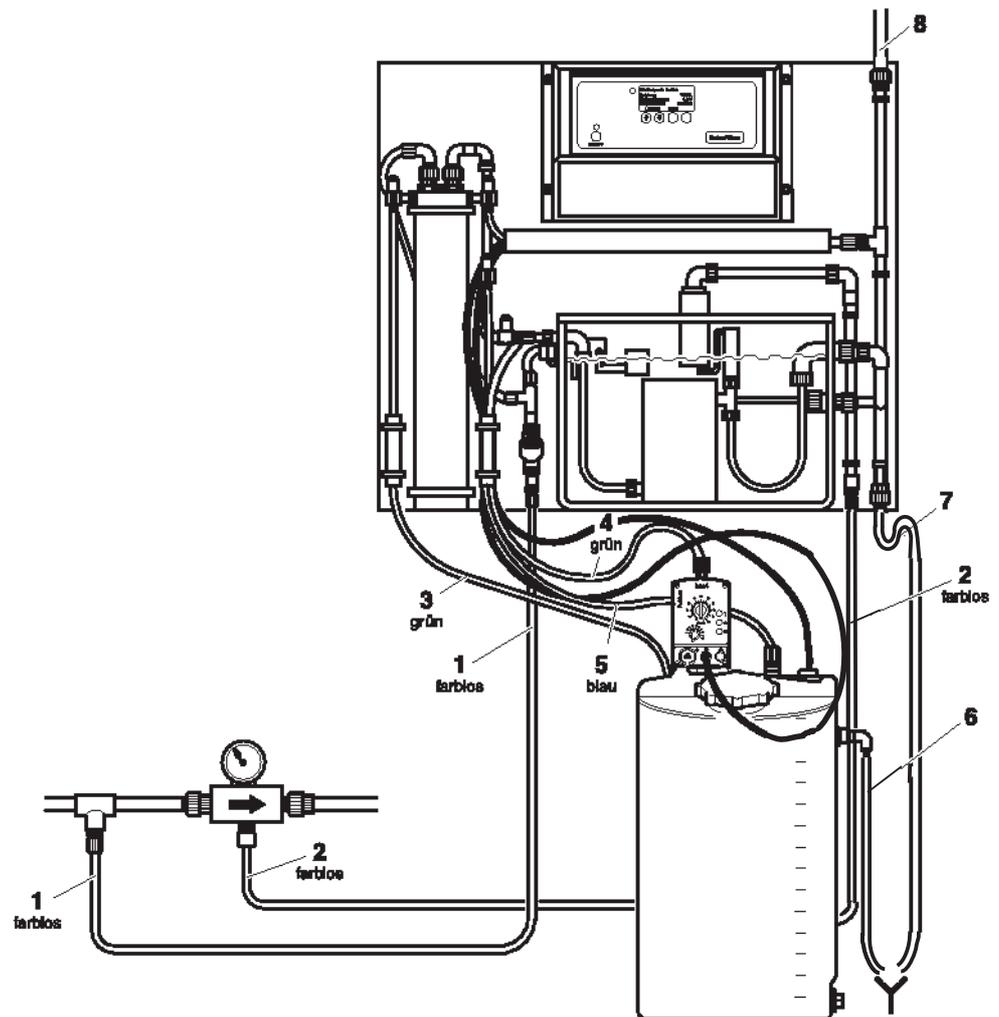

Abb. 9
- ▶ Folgende Schlauchleitungen gemäß Abb. 9 installieren:
- ▶ Folgende Rohrleitungen gemäß Abb. 9 installieren:
- Entsorgungsleitung Natronlauge (7)